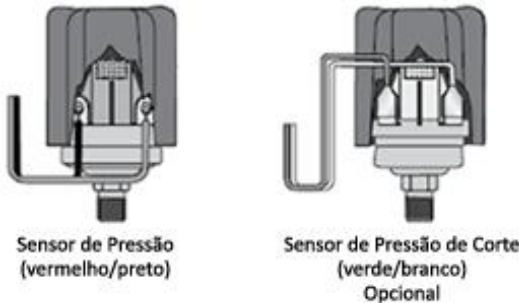

Figura 4
a) Remova a tampa de borracha (figura 4);
d) Cubra os terminais do sensor de pressão com a capa de borracha fornecida (figura 4).